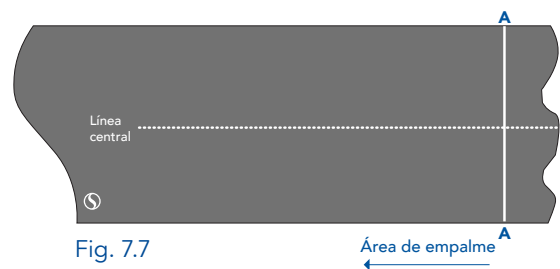

Fig. 7.7
**7.7** El extremo de banda que queda en la mesa de trabajo (referido como el "extremo plano") tendrá ya una línea trazada en un ángulo de 90° dados los pasos de la sección 7.3. Realice un corte en la banda a un ángulo de 90° con respecto a la línea central. Véase la línea "A-A" en la fig. 7.7.